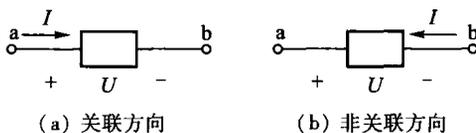

图 1.3 电流、电压的参考方向
⑤ 对于任一二端元件或一段电路,如果选择其两端的电压和电流的参考方向一致,就称为关联参考方向,简称关联方向;否则为非关联参考方向,简称非关联方向。如图 1.3 所示。